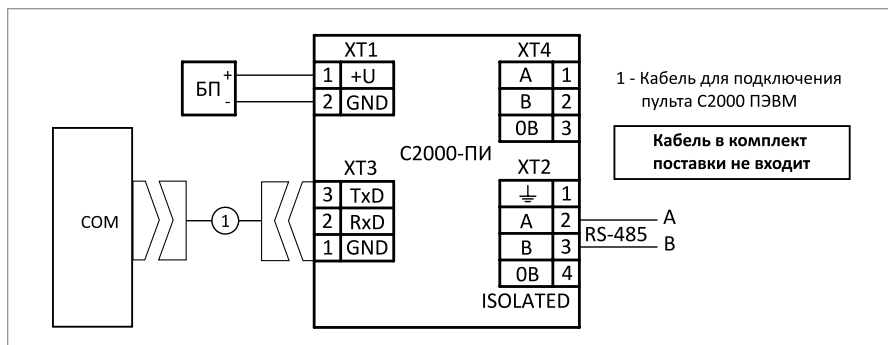

Рисунок 2. Схема внешних соединений C2000-ПИ в режиме преобразователя интерфейсов RS-232/RS-485
1.3. Подключите преобразователь в соответствии с проектной документацией и схемой на Рисунок 2.
- в режиме преобразователя интерфейсов RS-232/RS-485 (см. Рисунок 2.),